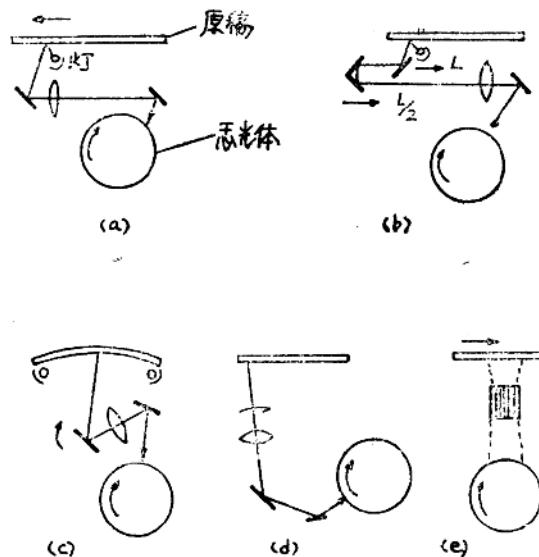

图 2 扫描方式的实例
1. 静电复印机的扫描方式目前主要有：原稿台移动(图2.a)；曝光灯与反光镜同时移动(图2.b)；反光镜旋转(图2.c)；镜头旋转(图2.d)；以及纤维镜头排列(图2.e)等方式。